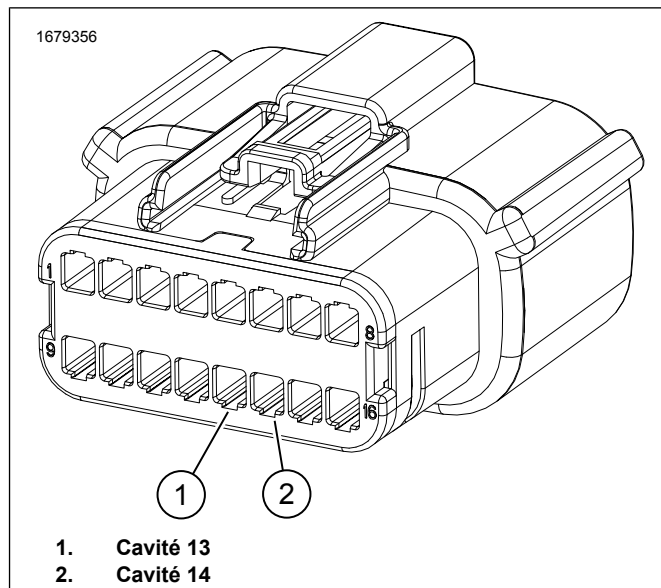

Figure 3. Connecteur 16 broches C288\_1
4. Voir la figure 3. Retirer les fiches des connecteurs 13 et 14 de la cavité [C288B\_1].